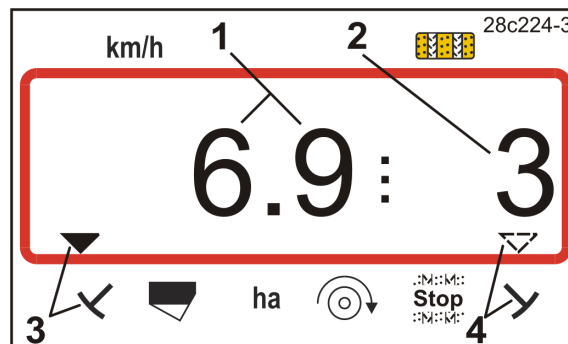
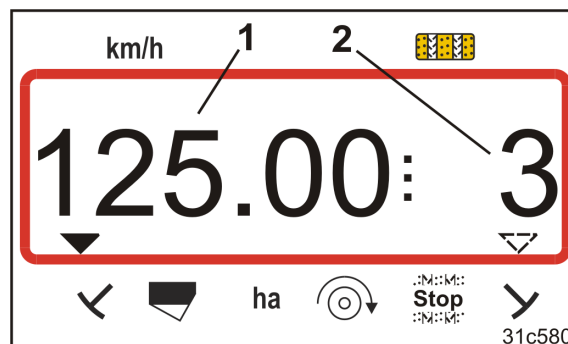

Fig. 36
Fig. 37
→ Retour à l'écran de travail (Fig. 36 ou Fig. 37).
En appuyant sur la touche  durant le travail, les affichages (Fig. 36 et Fig. 37) s'interchangent.
Affichage (Fig. 36) durant le travail :
- la vitesse de déplacement (Fig. 36/1), par ex. 6,9 km/h
- la position de commutation du compteur de jalonnage (Fig. 36/2), par ex. compteur de jalonnage 3
- le traceur situé à gauche (Fig. 36/3) est en position de travail
- le traceur situé à droite (Fig. 36/4) est relevé.
Affichage (Fig. 37) durant le travail :
- Le débit instantané (Fig. 37/1), par ex. 125,0 [kg/ha]
- la position de commutation du compteur de jalonnage (Fig. 37/2), par ex. compteur de jalonnage 3